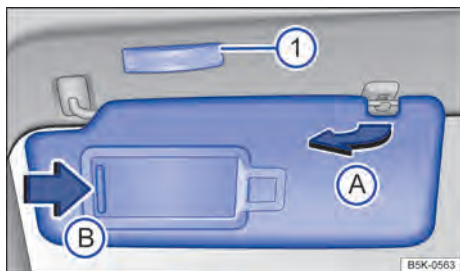

Fig. 118 No revestimento do teto dianteiro: para-sóis.
- Retirar do suporte e virar na direção das portas → Fig. 118 (A).